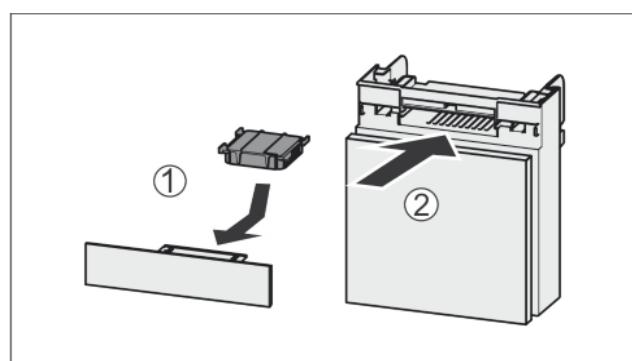

Fig. 50
- Установите фильтр с активированным углем, как показано на рисунке Fig. 50 (1).
- Вставьте отделение Fig. 50 (2).